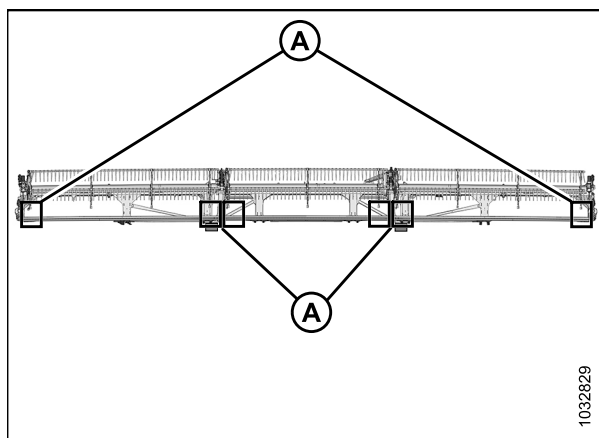

Рисунок 4.264: Расположение точек замера FlexDraper® — тройное мотовило
- Жатки со строенным мотовилом: Рис. 4.264, страница 446